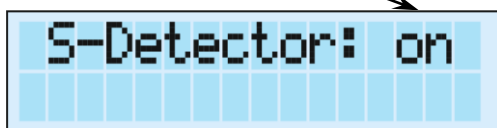

Рис. 9.4 Экран меню детектора срыва вращения якоря
9.4.2 Для входа в меню детектора срыва вращения необходимо войти в меню таймера, а затем нажать и удерживать ручку 1 более 4 сек, затем отпустить её. Основной экран сменится на экран меню детектора срыва вращения (рис. 9.4).